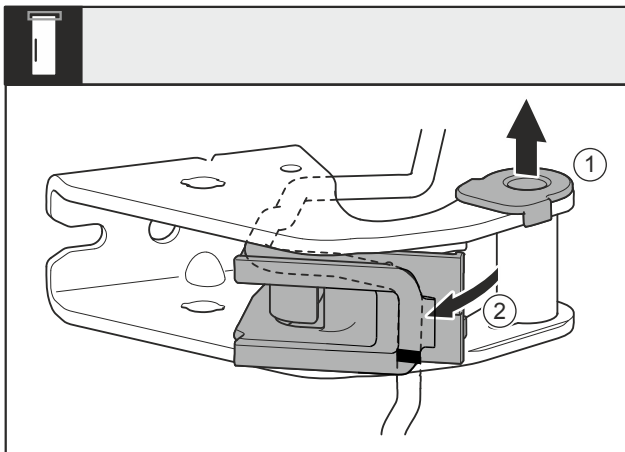

Fig. 25
- Lagerbuchse Fig. 25 (1) aus Führung ziehen.
- Kabelhalterung Fig. 25 (2) ausschwenken.